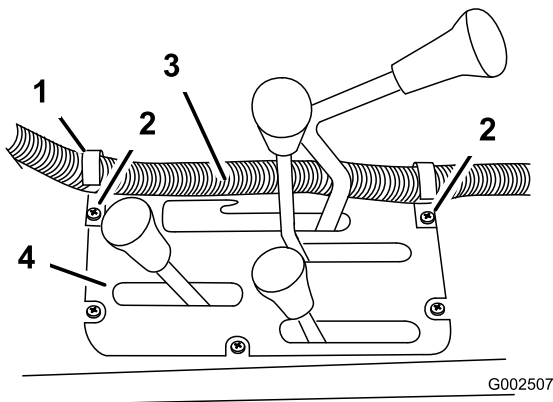

Figura 16
4. Monte os 2 grampos em forma de J na consola central nos pontos indicados em **Figura 16** utilizando os parafusos existentes.